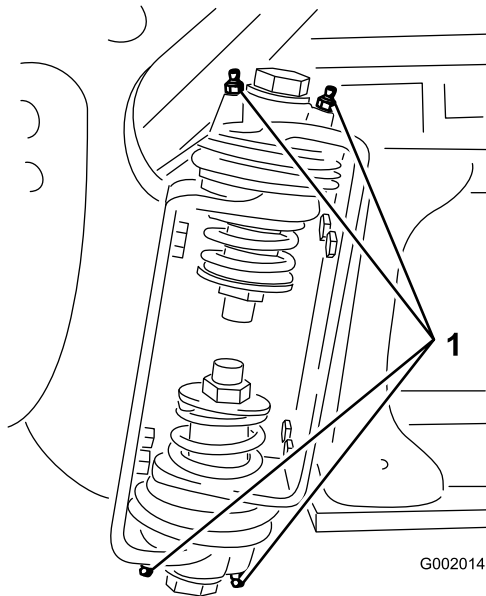

Figura 86
2. Introduza massa lubrificante no rolamento ou casquilho de cada união Figura 86.